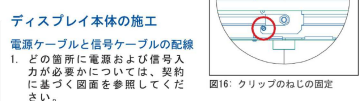

図16: クリップのねじの固定
- クリップを元の位置に戻し、あらかじめ開けた穴を使って、#10-12 x 3/8インチの板金ねじ (HC-1186) で固定します(図16参照)。